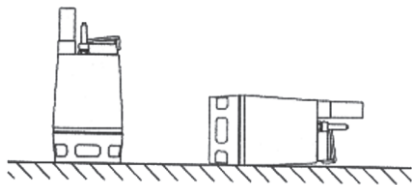

рис. 3
- Насос может эксплуатироваться в вертикальном и в горизонтальном монтажном положении, при котором напорный патрубок должен занимать наивысшую точку (рис. 3)